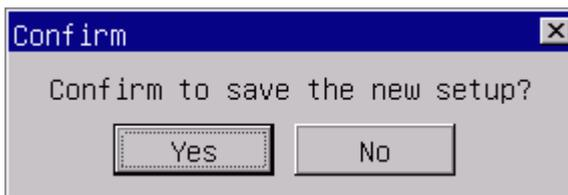

Figura 7-4 Guardar los nuevos ajustes
4. Clamer "Bueno", a continuación el cuadro de diálogo como la figura 7-4 se mostrará, seleccione "Sí" o "No" para guardar la modificación o no.